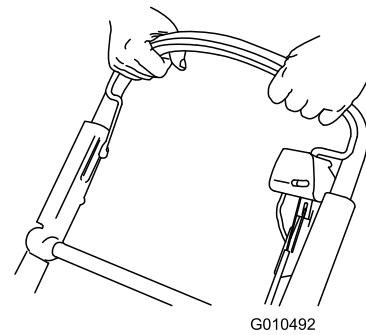

Bild 21
- Halten Sie den Schaltbügel gegen den Bügel gedrückt (Bild 21).